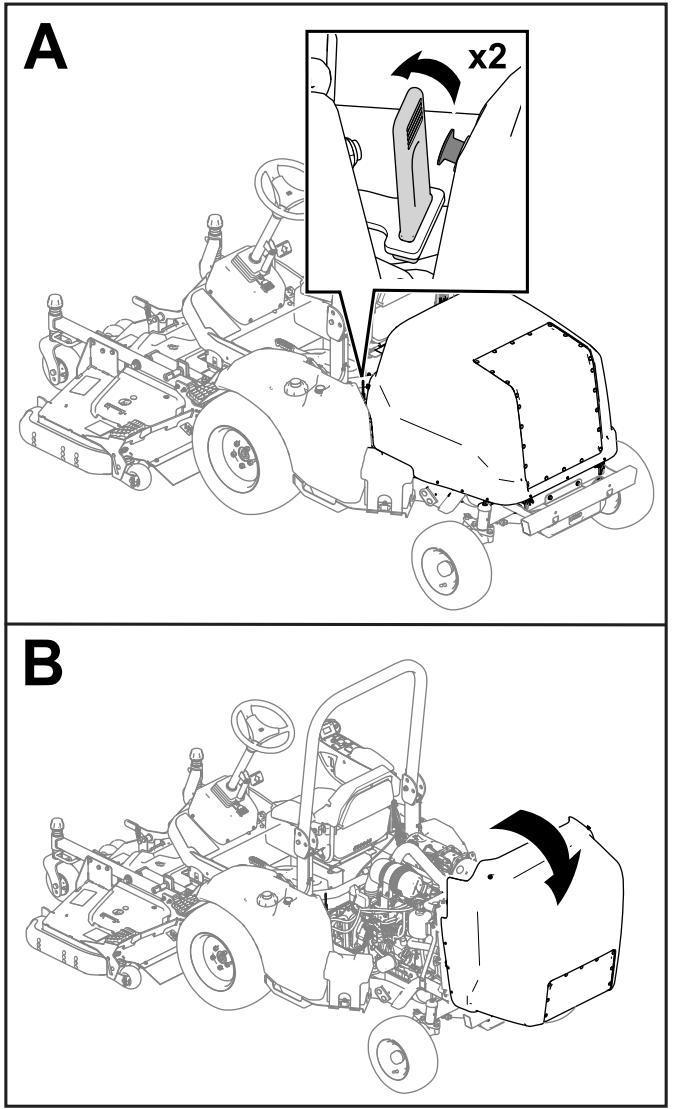

Figure 47
- Détachez les attaches de chaque côté de la machine (Figure 47).
- Ouvrez le capot (Figure 47).